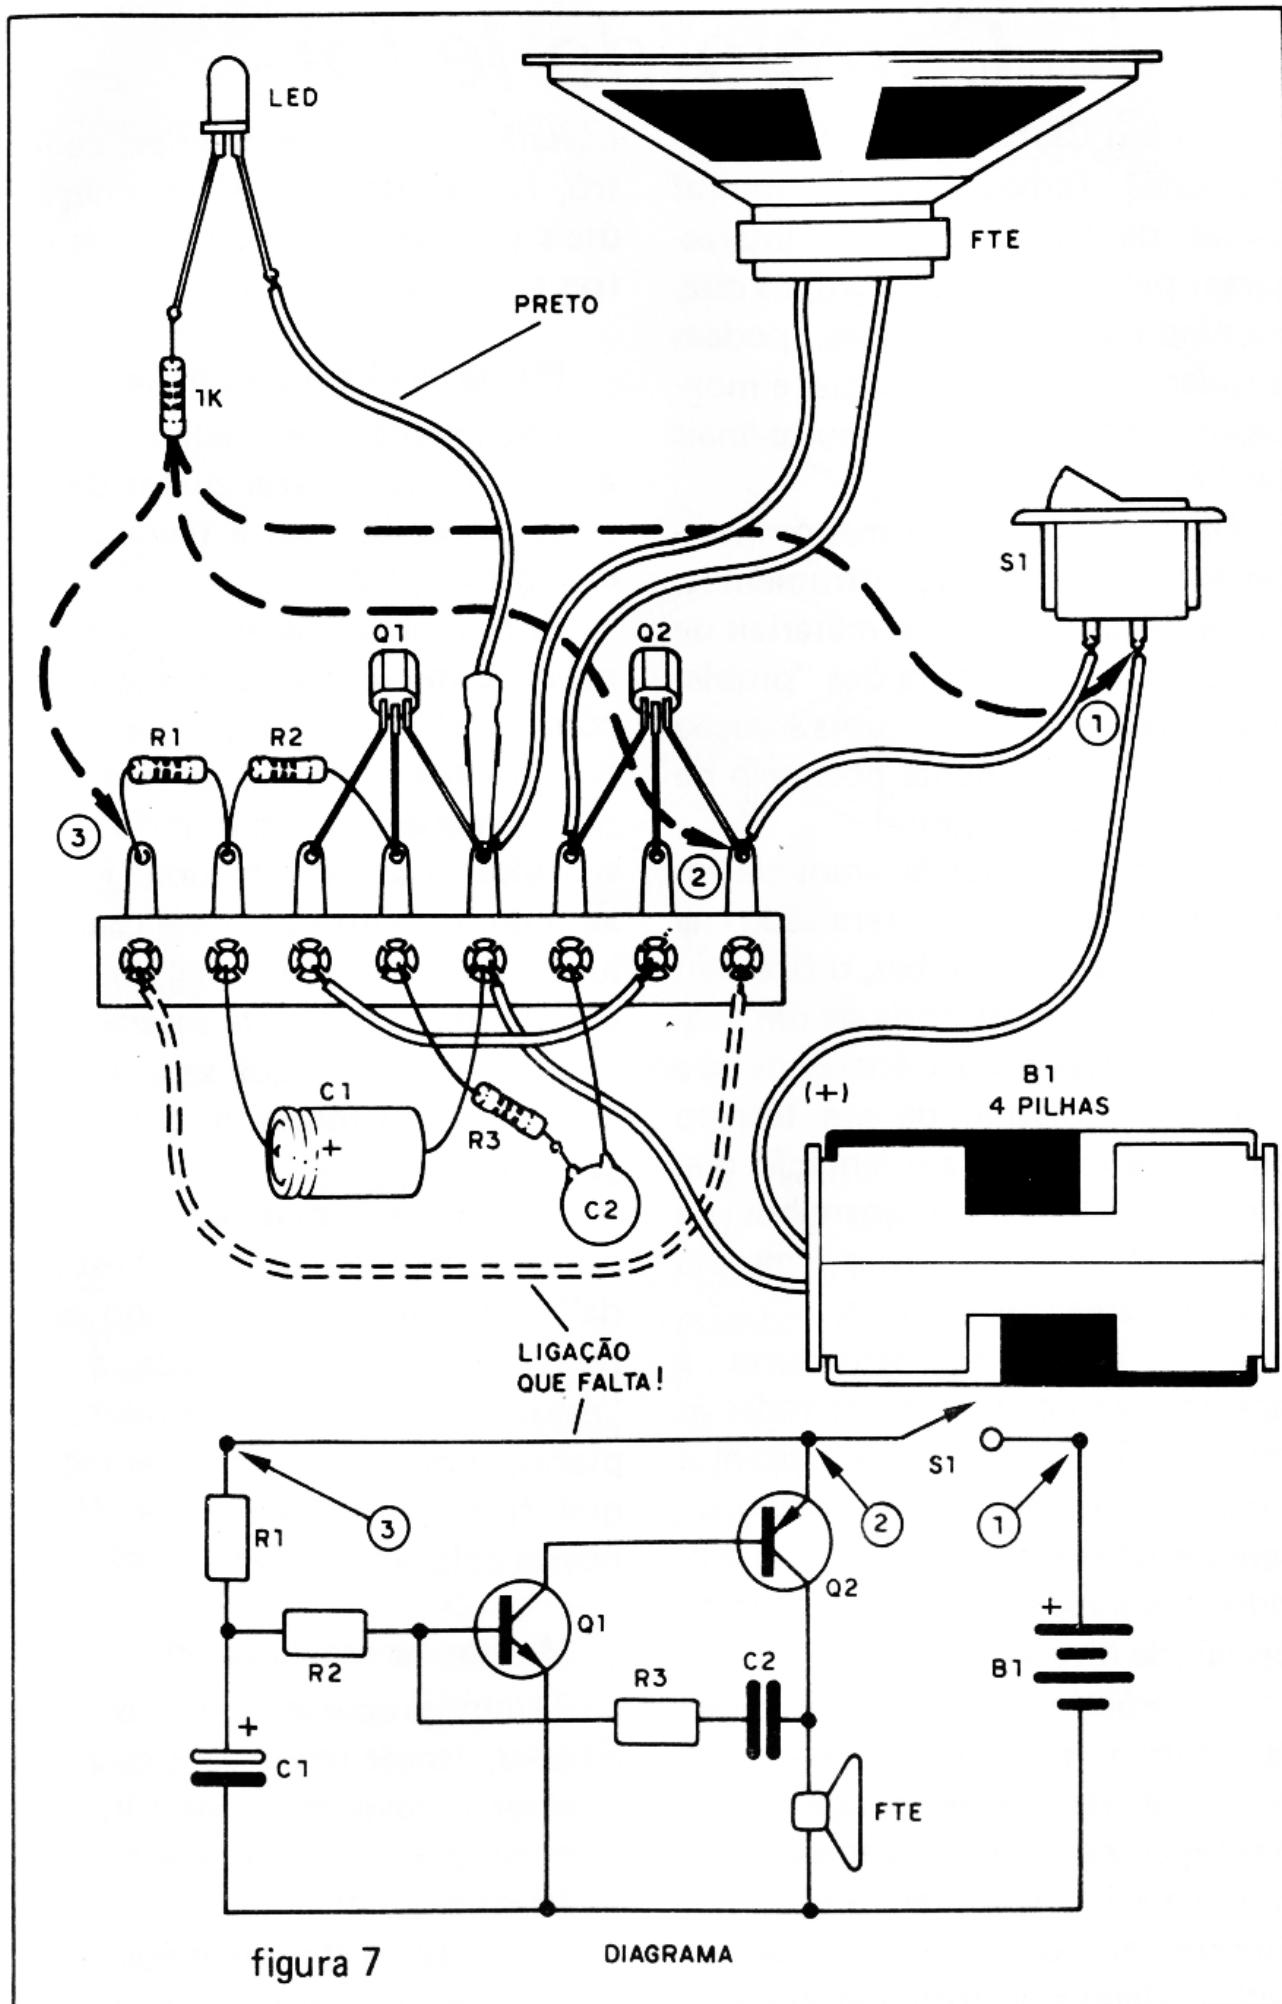

figura 7
Se o led não acender, devemos verificar se algo vai mal, conforme, mostra a figura 7.
Veja que, no exemplo da figura 7, ao encostar a ponta de prova no ponto (3) o led não acende. Verificando a montagem pelo diagrama, vemos que falta um fio de ligação (mostrado em linhas pontilhadas), que vai até o pólo positivo da fonte, através do interruptor geral!